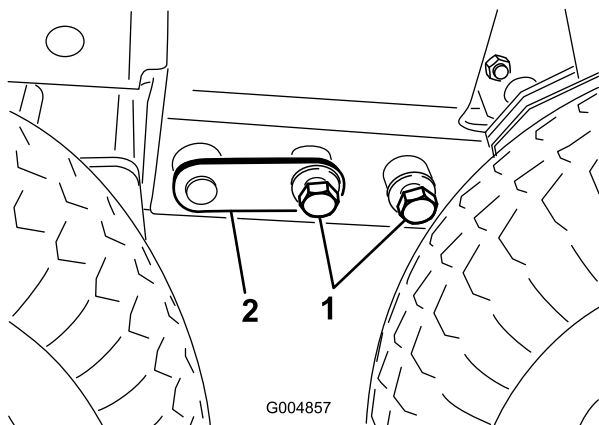

Figura 78
26. Rimuovete i 2 bulloni (3/4 poll. diametro) che collegano il telaio anteriore a quello posteriore davanti allo pneumatico della ruota motrice da ciascun lato del telaio (Figura 78).